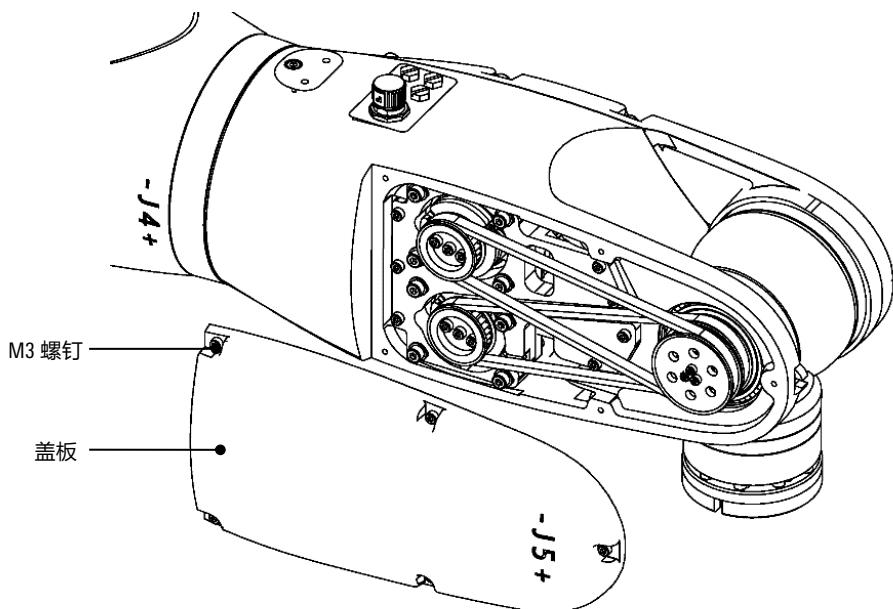

图 9-5 拆卸盖板
- 步骤3.** 拆卸操作机盖板及五颗 M3 螺钉，如图 9-5 所示。